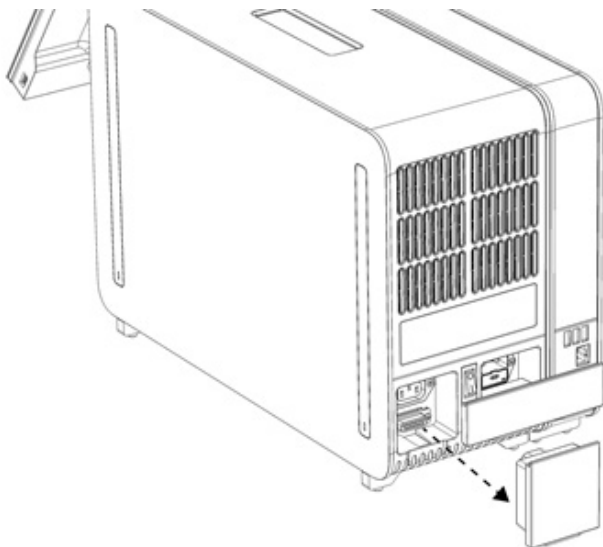

Figura 12. Scoaterea punții de conexiuni.
- 1d. Scoateți puntea de conexiuni din partea din spate a modulului analitic (Figura 12).